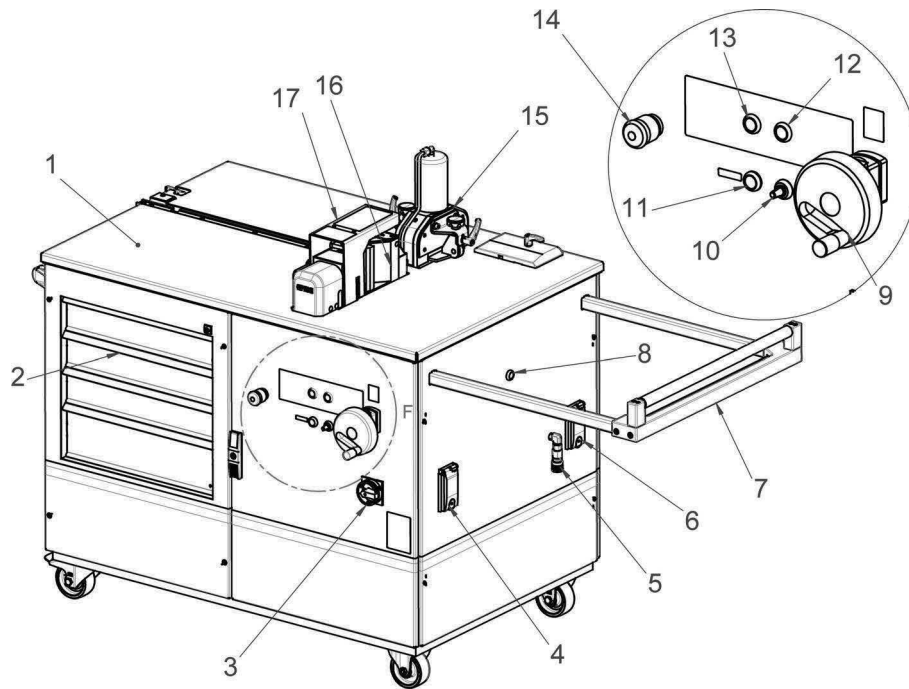
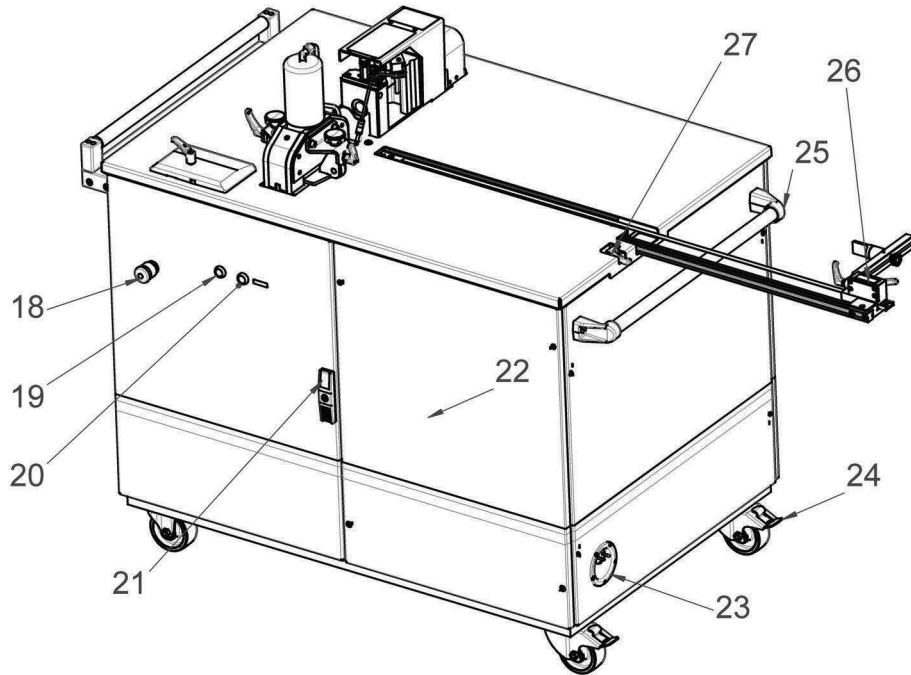

Abb. 1: Vorderansicht
Abb. 2: Rückansicht
Der einpedalige Sicherheitsfußschalter wird über eine Buchse (Abb. 1, 4) an der „Stromschienenbearbeitung mobil“ angeschlossen. Vier Drucktaster (Abb. 1, 8, 12, 13 und Abb. 2, 19) dienen der Auswahl der gewünschten Bearbeitungsstation. Es kann immer nur an einer Station gearbeitet werden. Die Schneideinheit (Abb. 1, 15) zum Ablängen von Stromschienen sowie die Biege- und Lochstanz-einheit (Abb. 1, 16) sind von einer stabilen, abriebfesten Tischplatte (Abb. 1, 1) aus Edelstahl umgeben. In die Tischplatte ist ein bis zu 1200 mm ausziehbarer Anschlag (Abb. 2, 26) integriert, der für alle Arbeitsstationen genutzt werden kann.
Ein zusätzlicher Hydraulikanschluss (Abb. 1, 5) ermöglicht den Anschluss externer Hydraulikgeräte als Ergänzung zu den bestehenden Arbeitsstationen. Zur komfortablen Bearbeitung langer Werkstücke ist die „Stromschienenbearbeitung mobil“ mit einer ausziehbaren Auflagerolle (Abb. 1, 7) ausgestattet.
Zwei Not-Halt-Schalter (Abb. 1, 14 und Abb. 2, 18) können die Hydraulikpumpe bei Gefahrensituationen sofort stillsetzen und das Werkzeug in seine Ausgangsposition zurückfahren lassen. Durch Einsatz eines Frequenzumrichters kann die Drehzahl für die Verfahrgeschwindigkeit der Werkzeuge über ein Potentiometer (Abb. 1, 10) eingestellt werden. Der Grundkörper für das Lochen und Stanzen wird durch eine stabile Sicherheitsschutzhaube (Abb. 1, 17) geschützt. Die Höhe des Grundkörpers lässt sich mit einem Drehrad (Abb. 1, 9) komfortabel entsprechend der Anzeige für die Höheneinstellung einstellen. Vier geräumige Schubladen (Abb. 1, 2), die abschließbar sind, bieten genügend Stauraum für die verwendeten Werkzeuge und Arbeitshilfsmittel. Hinter der Tür (Abb. 2, 21) neben dem Elektroschaltschrank (Abb. 2, 22) befindet sich ein Auffangbehälter für Kupferreste. Das Netzkabel (Abb. 2, 23) ist in der Seitenwand der „Stromschienenbearbeitung mobil“ eingelassen und kann je nach Bedarf bis zu einer maximalen Länge von 4,5 m ausgezogen oder komplett eingerollt werden.
- Anschließend die Zuleitung des Fußschalters in den 4-poligen Anschluss (Abb. 1, 4) stecken.
- Den Netzschalter der „Stromschienenbearbeitung mobil“ auf (I) stellen, um das Gerät in den Bereitschaftsmodus zu versetzen.
Die Laser werden mit den Tastern (Abb. 1, 11 und Abb. 2, 20) ein- bzw. ausgeschaltet. Um die Lebensdauer der Laser zu verlängern, schalten die Laser nach 15 Minuten eigenständig aus. Bei kurzer Betätigung des Fußschalters oder durch Drücken des entsprechenden Tasters werden die Laser wieder eingeschaltet.
- Die Höhe des Grundkörpers mit dem Drehrad (Abb. 1, 9) verstellen und Biegematrize mittig zum Werkstück ausrichten.